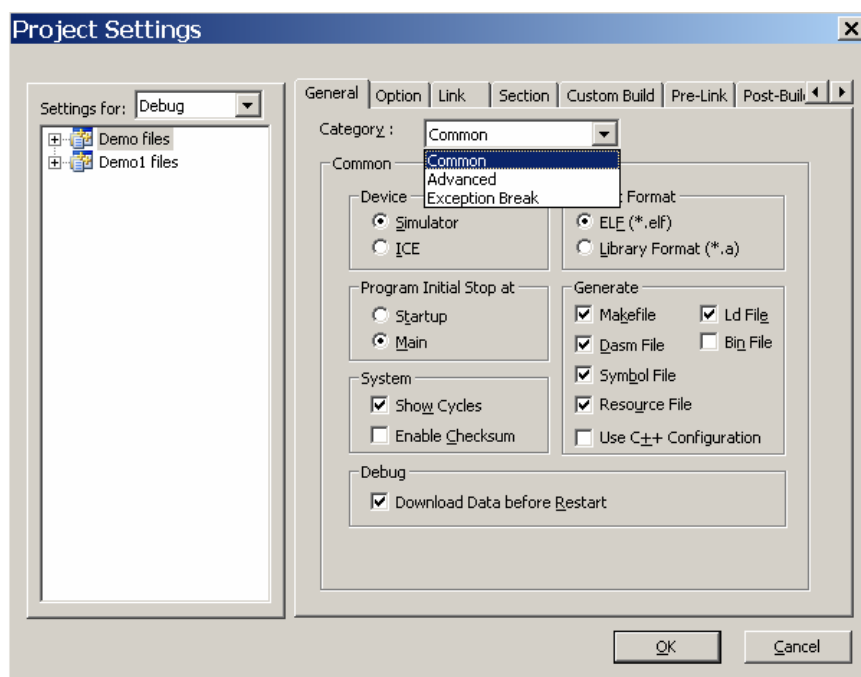

图 5.25 Project 的“General”设置
如图 5.25，选择菜单 Project-> Setting... 可以对工程进行设置。
如图 5.25 对话框可以对选中工程的一般选项进行设置。图中“Category”有三种选择：选择“Common”为普通设置对话框；选择“Advanced”为高级设置对话框；选择“Exception Break”为异常中断设置对话框。
(1) Common 对话框为通用选项设置对话框，如图 5.25，其中：